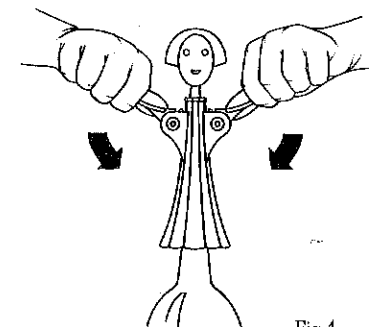

Fig.4
**AGITE** sulle leve per estrarre il tappo di sughero dalla bottiglia (fig. 4).
**PUSH** the levers down to remove the cork from the bottle (fig. 4).
**DRÜCKEN SIE** nun die Hebel nach unten, so daß der Korken aus der Flasche herauskommt (Abb. 4).